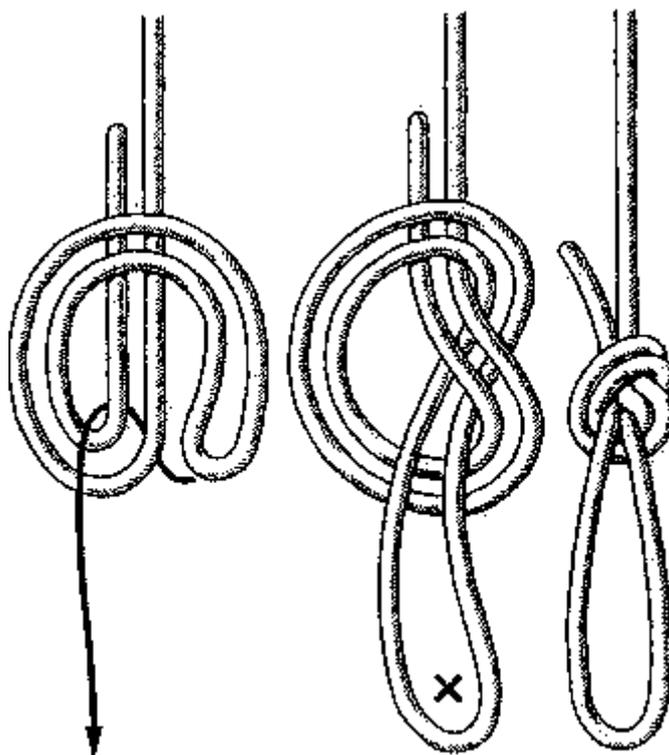

Рис. 66. Дубовая петля
**Дубовая петля** (рис. 66). Это самая простая петля из всех существующих незатягивающихся петель. Она вяжется простым узлом на конце троса, сложенного вдвое. Дубовая петля прочна и безопасна, но сильно ослабляет трос, перегибая его. В отличие от дубового узла, она